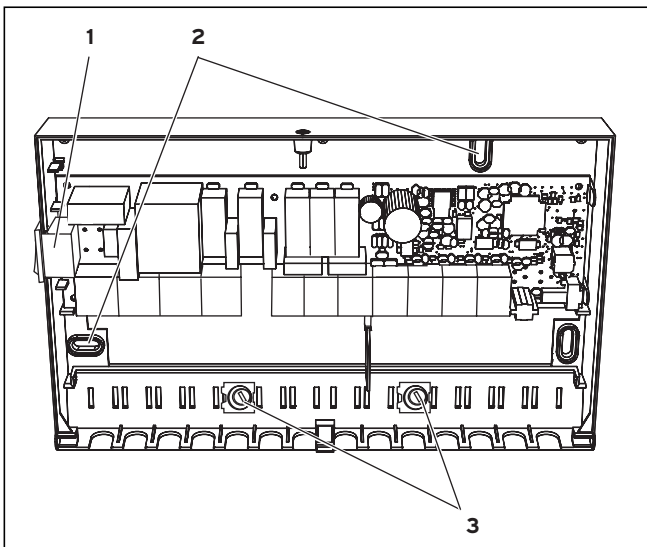

Fig. 5.2 Montering af solcellemodul VR 68
- ⇒ Man skal sikre alle ledninger med de medfølgende kabelholdere (se fig. 5.2).